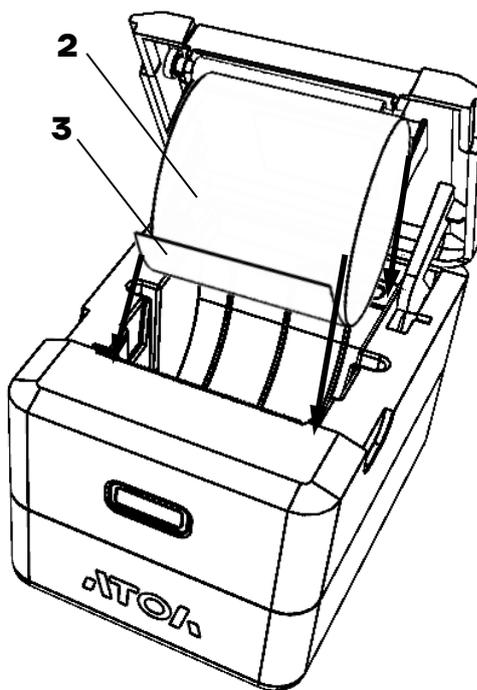

Рисунок 5. Установка ЧЛ
- 3 Установить рулон ЧЛ 2 в отсек (рисунок 5). Термочувствительный слой должен быть с внешней стороны ЧЛ!